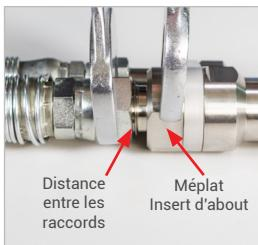

Figure 10
- ▶ Vérifiez les points de mesure suivants (*Figure 10*)
- raccords (1)
- au niveau des mâchoires de serrage (2)
- au niveau de l'actionnement excentrique (3)
- ▶ Ne pas couvrir la zone entre les raccords (*Figure 10*). La pression doit pouvoir s'échapper sans entraves pendant le desserrage.
Attention : ne pas couvrir la zone située entre le flexible de remplissage et le break-away (*Figure 10 page 35*).